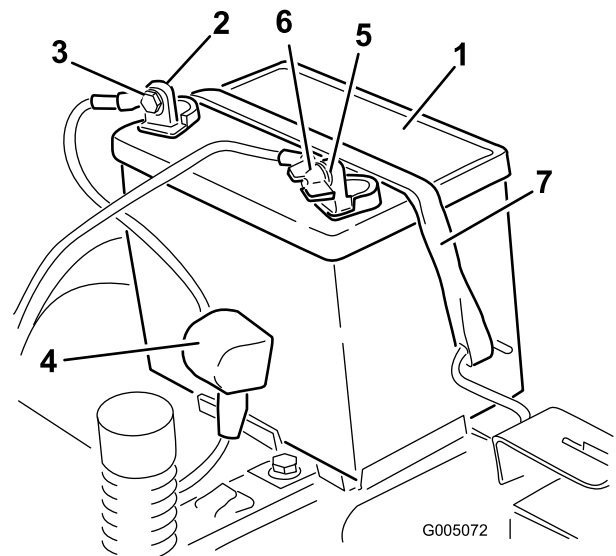

Figura 34
4. Desconecte el cable negativo de tierra (negro) del borne de la batería (Figura 34). Guarde todos los herrajes.
5. Deslice hacia arriba la cubierta de goma del cable positivo (rojo). Desconecte el cable positivo (rojo) del borne de la batería (Figura 34). Guarde todos los herrajes.
6. Retire la correa de sujeción de la batería (Figura 34) y levante la batería para retirarla de su bandeja.
1. Coloque la batería en la bandeja, con los bornes hacia el puesto del operador (Figura 34).
5. Fije la batería con la correa de sujeción (Figura 34).